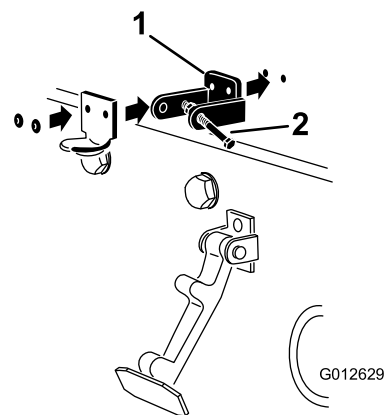

Рисунок 8
3. Во время совмещения монтажных отверстий поместите стопорный кронштейн по стандарту CE и кронштейн защелки капота на капот. Стопорный кронштейн должен быть прижат к капоту (Рисунок 8). Не снимайте узел болта с гайкой с рычага стопорного кронштейна.
5. Приклепайте кронштейны и шайбы к капоту (Рисунок 8).